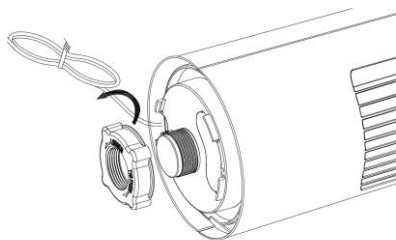

Рисунок 1
2. Снимите с резьбы пластиковое кольцо (рисунок 1).